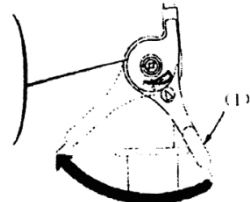

Fig. 12
- 4) Mueva ligeramente la palanca del acelerador hacia la izquierda. (Fig. 12)